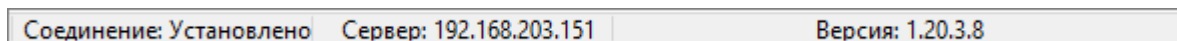

Рисунок 4-17 Информация при верных параметрах БД
- Если параметры базы данных заданы верно, то в контекстной строке будет выведена соответствующая информация с указанием версии Базы данных (см. Рисунок 4-17).